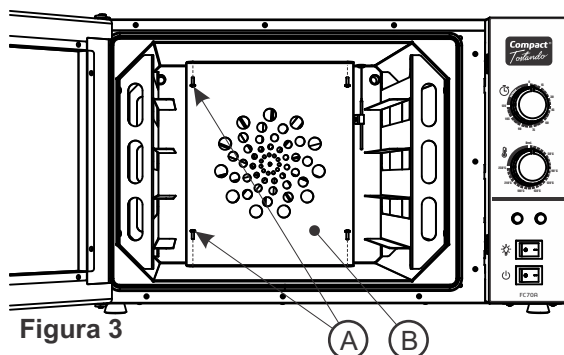

Figura 3
- Semanalmente, desmonte os suportes das bandejas e o protetor da turbina (ver figura 3 pag. 12) e lave-os com água e sabão neutro. Seque-os em seguida. Aplique um desengordurante com um pulverizador ou pincel sobre toda a superfície interna do forno, mas evite acúmulo do produto nos cantos. Deixe agir de 5 a 10 minutos e remova o produto com um pano úmido. Com um pano seco, faça o acabamento final secando as partes limpas. Para a secagem final, feche a porta e ligue o forno a 150°C por 5 minutos.
- Com uma chave Philips, retire os quatro (4) parafusos indicados (Itens A, Figura 3) e desmonte o protetor (item B, Figura 3).